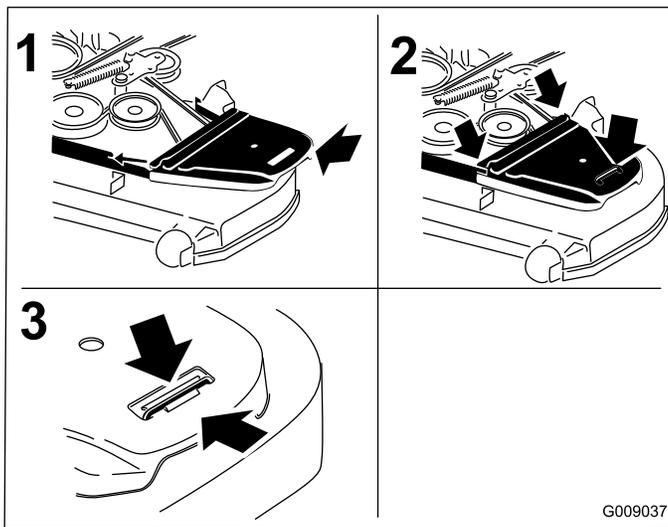

Figure 57
12. Posez les couvercles de courroie (Figure 57).